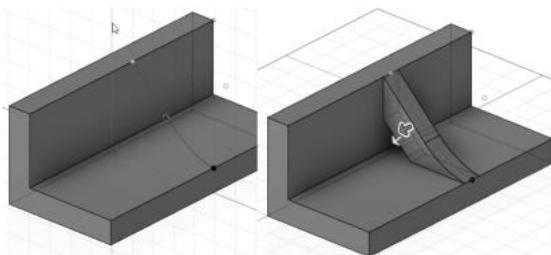

Abb. 1.31: Volumenkörper mit Linie und RIPPE
- RIPPE – Mit dieser Funktion können Sie eine Verstärkungsrippe aus einer Pfadskizze erzeugen. Die Rippe entsteht zwischen der Pfadskizze und einem bestehenden Volumen (Abbildung 1.31).